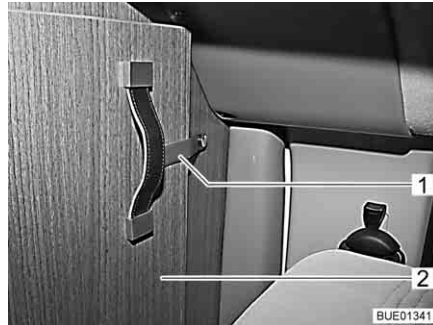

Fig. 48 Reggetta di sicurezza
- Sciogliere la reggetta di sicurezza (Fig. 48,1) dalla parte ribaltabile della separazione cabina di guida (Fig. 48,2).